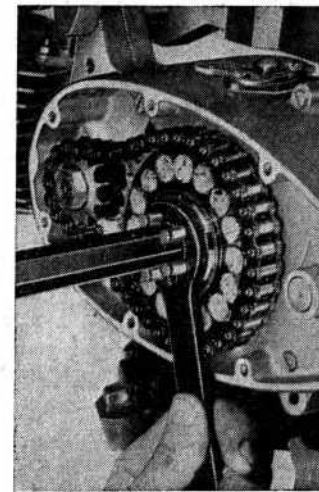
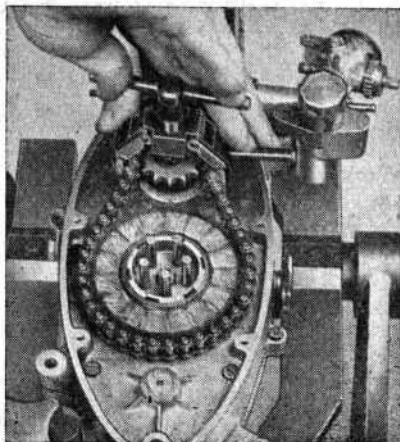
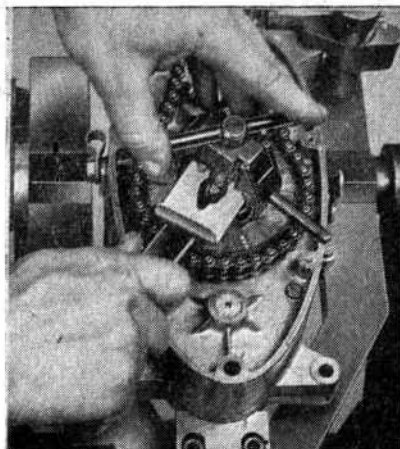

Рис. 29
Рис. 30
Рис. 31
После ослабления съемника Н 4 снять прижимной диск сцепления (3) одновременно с чашками (6), пружинами (5) и шайбами (7). При помощи выправителя Н 26 выровнять шайбу (9) под гайкой (10) неподвижного диска сцепления (2). На стяжные болты неподвижного диска (2) надеть фиксатор сцепления Н 42. Между зубцы звездочки первичной цепи сцепления вложить фиксирующую прокладку Н 51. Трубочатым ключом 14 после выправления шайбы (9) вывернуть гайку (10) — рис. 29 и при помощи ключа Н 40 вывернуть гайку (16) первичной звездочки. При помощи съемника Н 9 ослабить звездочку (14) с коленчатого вала (рис. 30). Звездочку первичной цепи, цепь и оба диска из пробкового материала (1) снять одновременно. Фиксатор сцепления установить на штифты неподвижного диска сцепления и зафиксировать его против вытяжения предохранителем Н 52, который устанавливается в шлицы штифтов и съемников Н 9 снять с главного вала ведомый диск (рис. 31).